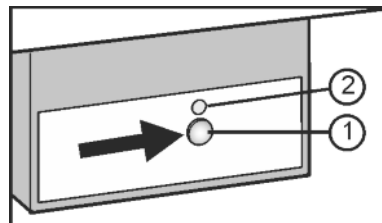

Fig. 18
- ▶ Appuyer sur la touche On/Off Fig. 18 (1) afin que la DEL Fig. 18 (2) s'allume.